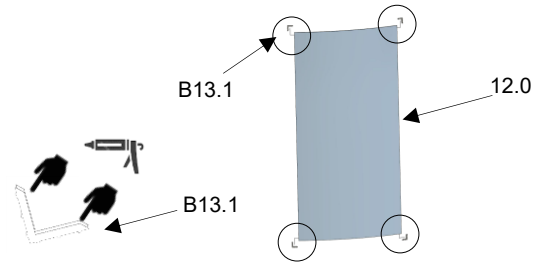

Abb.15
- montieren der Glaskantenschutze (**B13.1**) (je 4x) an den Seitenscheiben innen (**12.0**). In die Innenseiten des Glaskantenschutzes (**B13.1**) je einem Tropfen Silikon. (Abb.15)